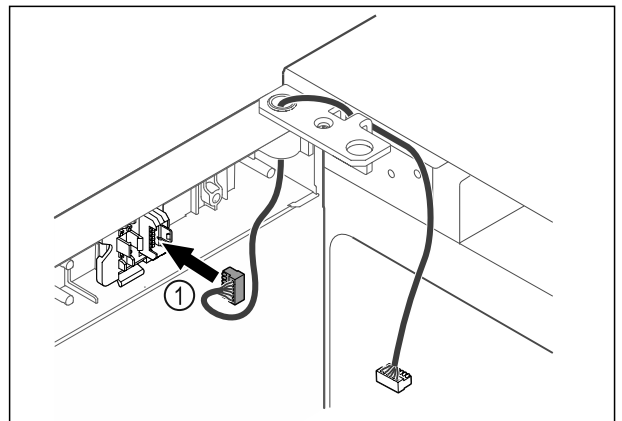

Fig. 40
- Stekker Fig. 40 (1) in steckerhouder steken.